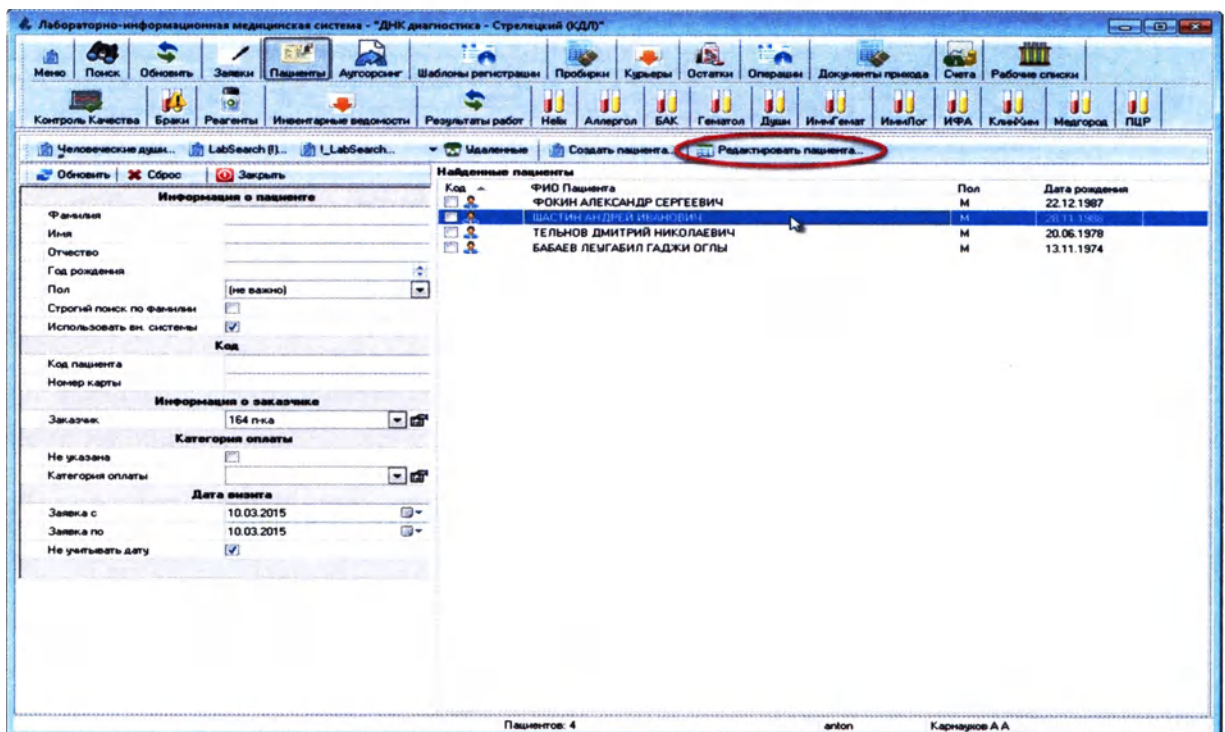

Рисунок 2.21
- нажмите кнопку **«Редактировать пациента»** (Рисунок 2.21):